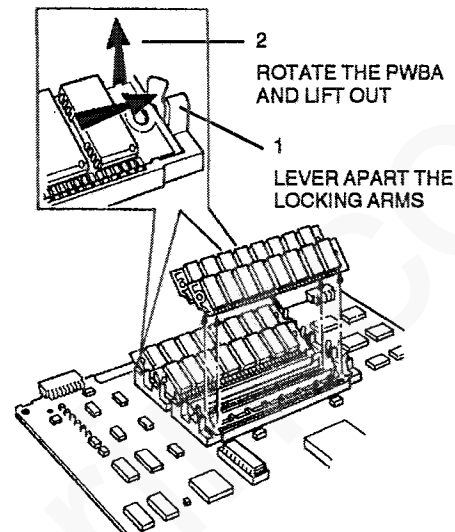

Figure 1. 1MByte SIMM PWBA removal
2. (Figure 1) Remove the 1MByte SIMM PWBA.